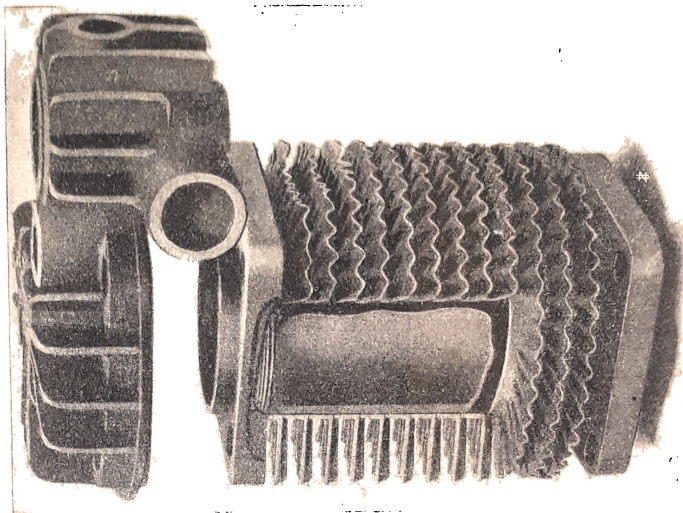

Fig. 46.
a) AD ARIA (fig. 46). I cilindri dei piccoli motori sono muniti di alette convenientemente disposte, aventi lo scopo di aumentare la superficie calda lambita dall'aria. Queste alette sono generalmente in ghisa, fuse col cilindro stesso, oppure in rame od alluminio applicate ai motori di riporto. La corrente d'aria prodotta dal veicolo in marcia, oppure anche da un apposito ventilatore, viene a lambire queste alette assorbendo parte del calore trasmesso dall'interno della camera scoppio. Le alette sono efficaci quando esiste una grande differenza di temperatura fra esse e l'aria che viene a lambirle durante la corsa del veicolo. Il raffreddamento ad aria è d'uso pratico pei motori di piccola potenza e montati su veicoli di grande velocità e leggeri, essendo la violenza della corrente di aria, risultante dalla progressione del moto nell'aria o sulla strada, il principale agente di refrigerazione. È la velocità del veicolo il più importante fattore a considerarsi. Se lo stesso motore vien collocato sopra un automobile più pesante la velocità del veicolo sarà necessariamente ridotta, perchè non abbiamo più la stessa velocità del motore, il quale si scalda e non può dare tutta la sua potenza.